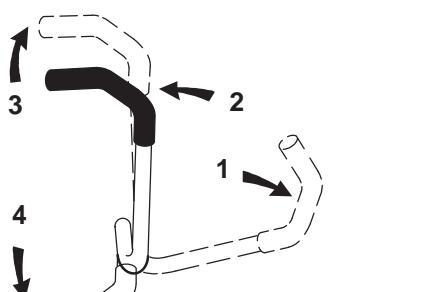

Bild 9
3. Schieben Sie, um vorwärts zu fahren, die Fahrschalthebel langsam vorwärts (Bild 9).
Setzen Sie, um geradeaus zu fahren, beide Fahrschalthebel unter gleichmäßigen Druck/Spannung (Bild 9).
Lassen Sie zum Wenden den Druck auf den Fahrschalthebel an der Seite, in deren Richtung Sie wenden möchten, nach (Bild 9).
2. Ziehen Sie, um rückwärts zu fahren, die Fahrschalthebel langsam nach hinten (Bild 9).